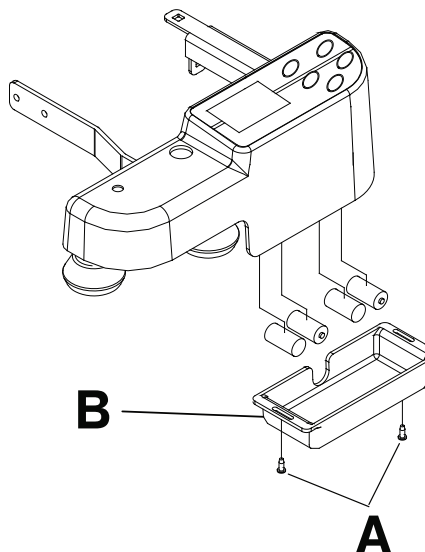

Figura 9 – Substituição das baterias
1. Utilizando uma chave Phillips N.º 2, retire os dois parafusos (A) que fixam a tampa da bateria (B) ao invólucro (Figura 9). Conserve a tampa. Retire e descarte as baterias.